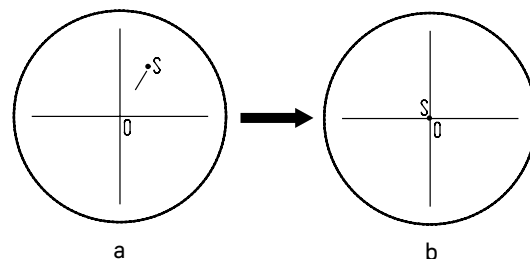

Рис. 12. Настройка канала визуализации
- Установите рукоятку переключения светового потока 4 в положение для наблюдения через окуляры. Наблюдая объект через окуляры, найдите отличительную точку в поле зрения (легко идентифицируемую цель, такую как точка S на рис. 12а), переместите объект на предметном столике так, чтобы данная точка находилась в центре поля зрения как показано на рис. 12б. Для этой процедуры вместо обычного препарата удобно использовать специальный калибровочный слайд с перекрестием, а вместо обычного окуляра – окуляр с перекрестием.